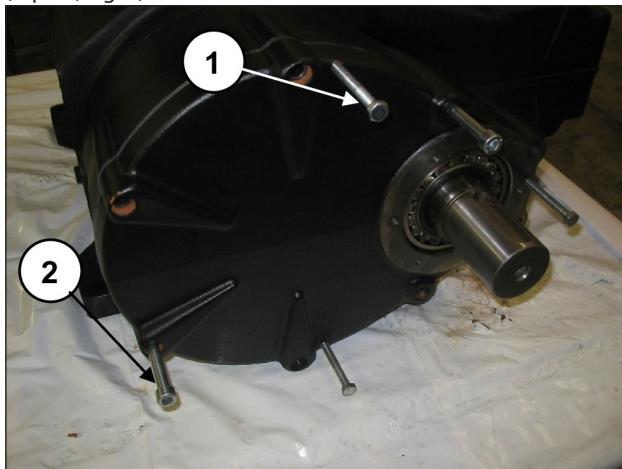

Fig. 7
Placer 3 goujons ou vis filetées M8 (rep. ①, Fig. 7) faisant office d'extracteurs, dans les orifices prévus à cet effet et deux vis M10 suffisamment longues servant à soutenir le couvercle (rep. ②, Fig. 7).